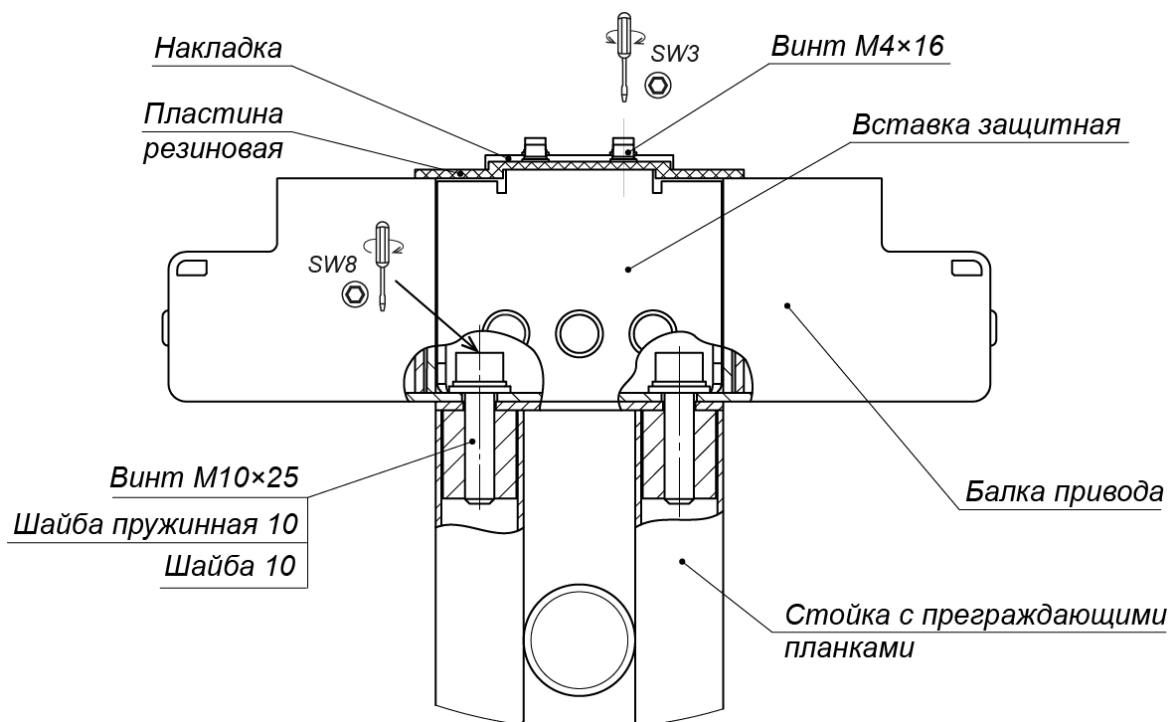
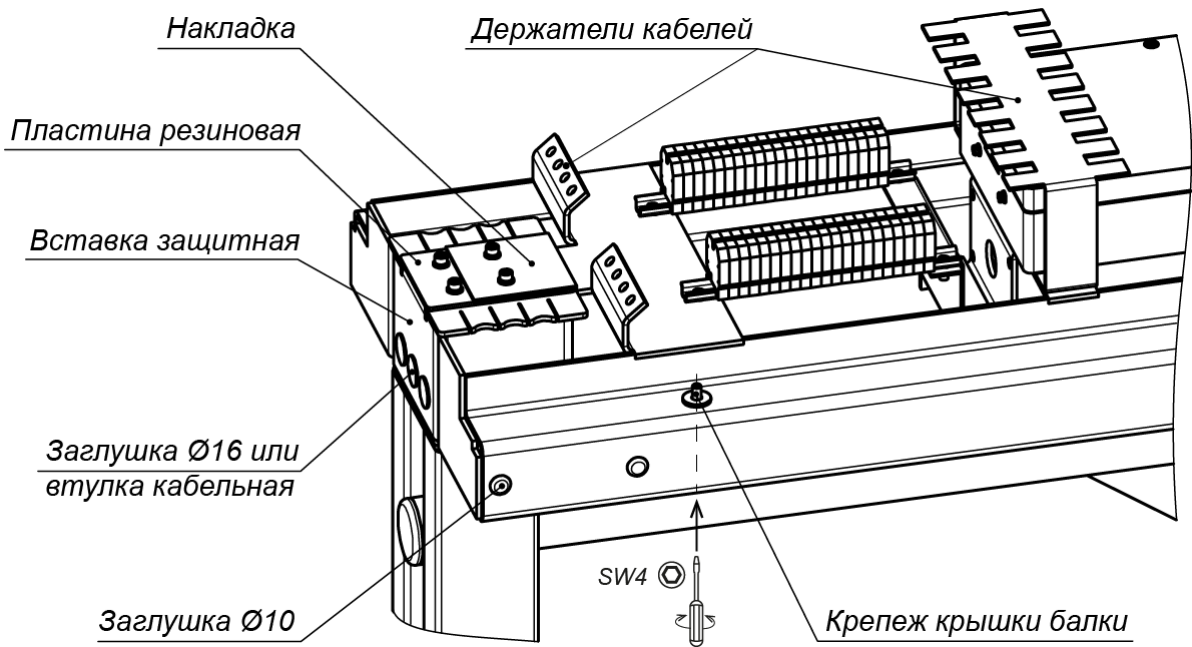

Рисунок 17. Крепление балки привода (8) к стойке с преграждающими планками (5)
Рисунок 18. Элементы балки привода
- Закрепите балку привода на стойке с преграждающими планками (5) двумя болтами М10×25, ключ SW8 (см. рис. 17) (для более удобного доступа к отверстиям можно предварительно снять накладку, резиновую пластину и вставку защитную, открутив четыре винта М4×16, ключ SW3, см. рис. 18).
26. Установите крышку (9) на балку привода (8):
- Вкрутите четыре невыпадающих винта М5 (ключ SW4), фиксирующие крышку балки (см. рис. 18).